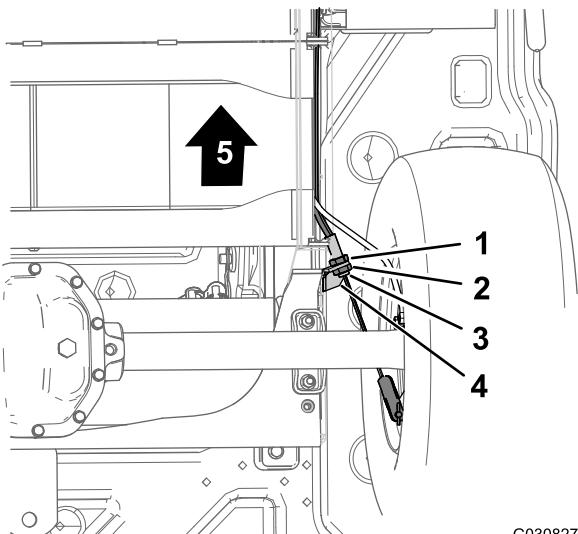

Figura 48
- En la parte inferior de la máquina, afloje 4 vueltas la contratuerca trasera del ajustador roscado del cable del freno de estacionamiento (Figura 48).
- Apriete la contratuerca delantera (Figura 48).
A. Afloje 1 vuelta la contratuerca delantera (Figura 48) del ajustador roscado del cable del freno de estacionamiento.
B. Apriete la contratuerca trasera (Figura 48).
A. Afloje 1 vuelta la contratuerca trasera (Figura 48) del ajustador roscado del cable del freno de estacionamiento.
B. Apriete la contratuerca delantera (Figura 48).